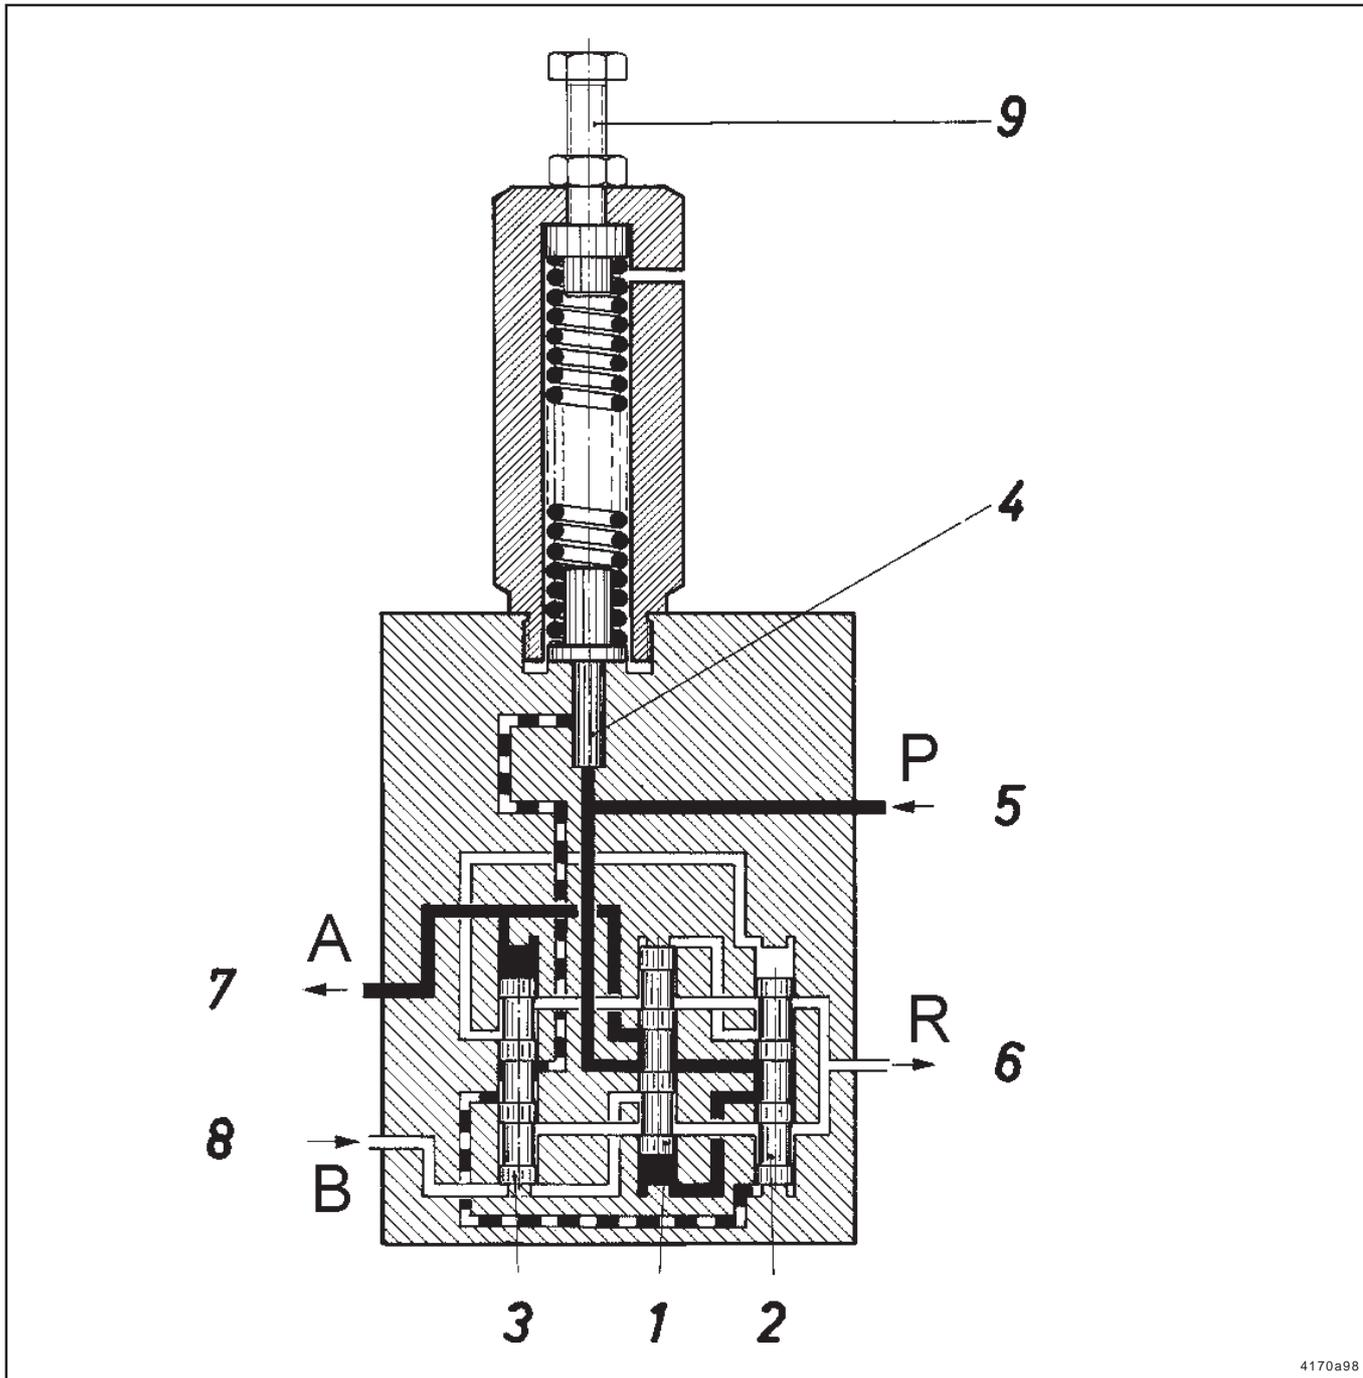

Abb.1: Funktion der Umsteuerung DU1
Die Zentralschmierpumpe führt den Schmierstoff über die Druckleitung (5) der Umsteuerung zu. Der Schmierstoff nimmt seinen Weg über Vorwählkolben (2), Umsteuerkolben (1) und durch Hauptleitung (7) zu den Schmierstoffverteilern, während Hauptleitung (8) über Entlastungsleitung (6) mit dem Behälter der Zentralschmierpumpe verbunden und damit ohne Druck ist (siehe Bild 1).